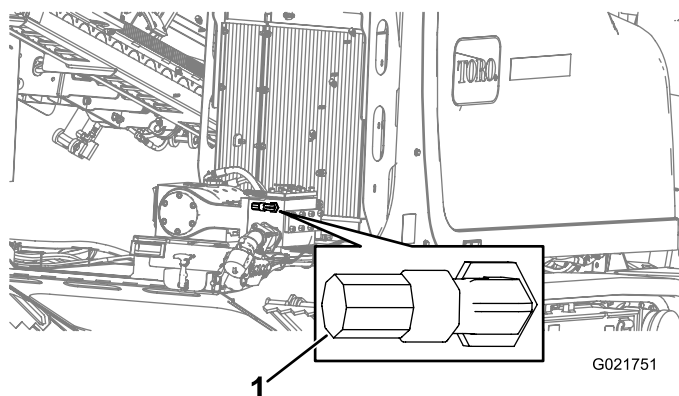

Рисунок 157
5. Подсоедините съемный поливной шланг к штуцеру (Рисунок 157).